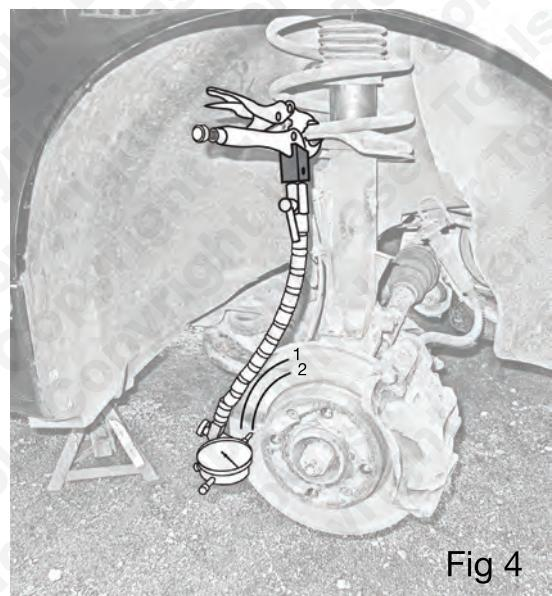

Fig 4
- Para obter os melhores resultados, as medições devem ser efetuadas de ambos os lados do disco e a partir de **dois** ou mais raios diferentes de cada lado do disco. Consultar a **Fig. 4**.